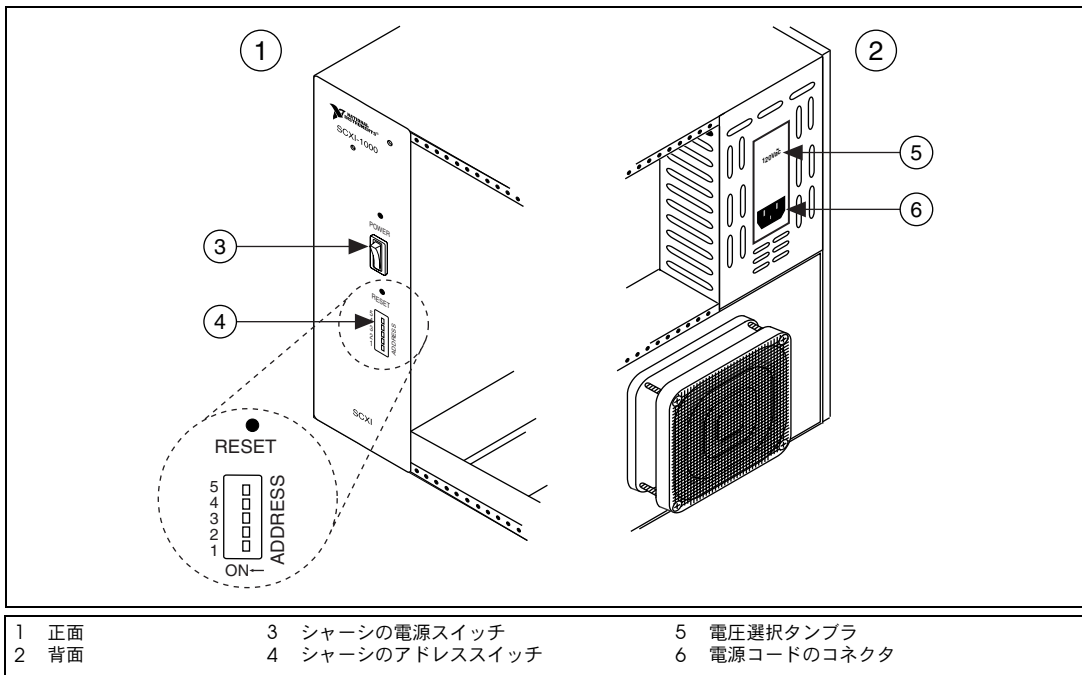

図 3 SCXI シャーシのセットアップ
- シャーシにアドレススイッチがある場合、オフに設定します。図 3 では、スイッチはすべてオフの位置にあります。